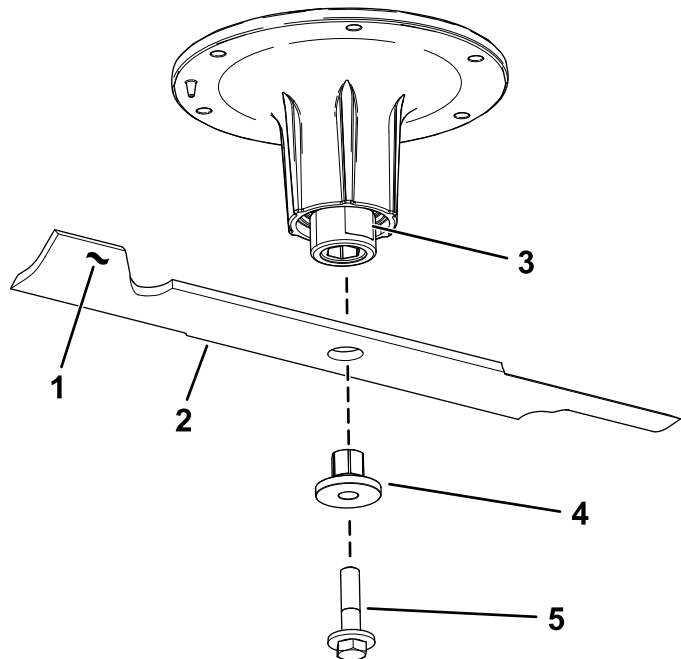

Figure 85
2. Retirez le boulon, la douille et la lame de l'axe de pivot (Figure 85).